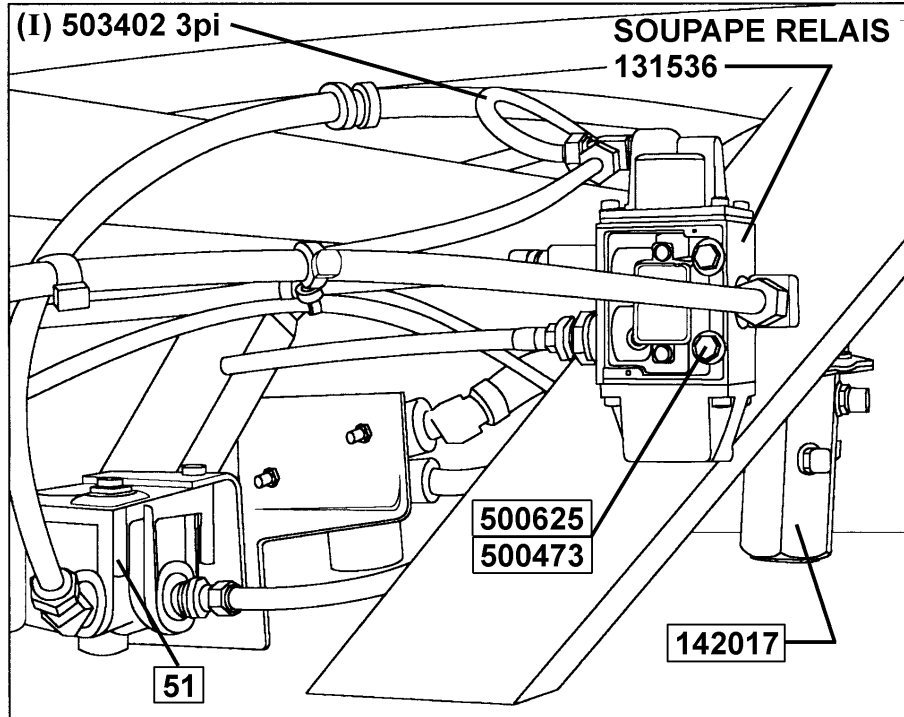

FIGURE 6 : LOCALISATION DE LA SOUPAPE RELAIS DROITE
3. Percer deux trous de 6 mm de diam. (15/64) pour fixer la soupape relais (Prévost #131536) sur le même montant diagonal. Utiliser deux vis autotaraudeuses (Prévost #500625) et deux rondelles-freins (Prévost #500473) (voir figure 6).
4. Installer un tube de plastique ¼ po. noir (Prévost #503402) d'environ 3 pieds de longueur entre la soupape d'inversion et la soupape relais (Prévost #131536) (voir figure 6).